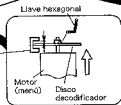
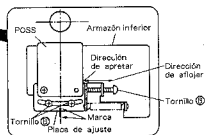

Fig. 7-2
Fig. 7-3
- (1) Ajuste la separación entre el disco decodificador y el interruptor fotoeléctrico del motor (menú) a $1.7_{\pm 0.05}^{\pm 0.05}$ mm. (Fig. 7-2)
- (2) Fije el tornillo del disco decodificador apretándolo con una llave hexagonal.
- (3) Gire el tornillo B de forma que la marca grabada en la placa de ajuste quede alineada con el armazón inferior. Después apriete temporalmente el tornillo A .
- (4) Presione la tecla ROTATE MENU del panel frontal de la unidad principal para que el menú gire. Después realice los ajustes siguientes dependiendo de la condición. (Fig. 7-3)